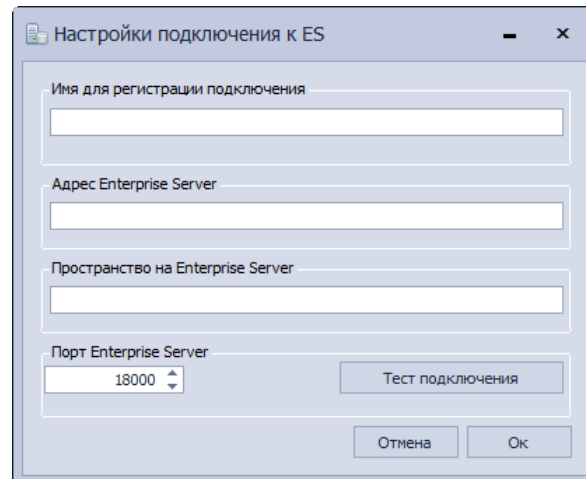

Рис. 18 Окно подключения к Серверу
2. Откроется окно подключения к Серверу, см. Рис. 18.